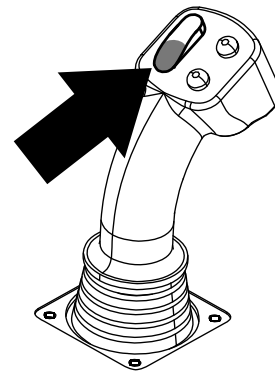
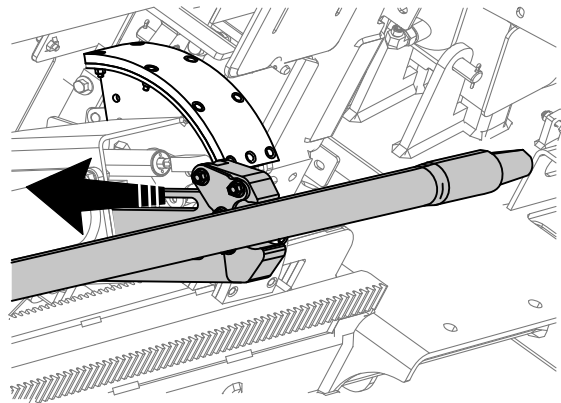

Рисунок 14
Рисунок 15
7. Удерживайте нижнюю часть перекидного переключателя (Рисунок 14), пока рычаги не будут полностью убраны (Рисунок 15).